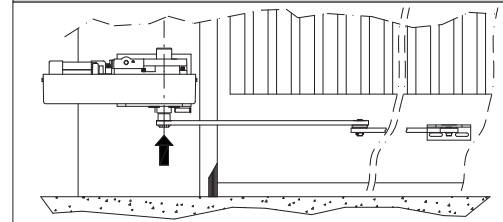

Fig. 8
- Die vom Antriebsarm einzunehmende korrekte Position entspricht der Darstellung in Fig.8. Der Befestigungspunkt am Torflügel "A" wird ermittelt, indem der Arm so positioniert wird, daß er das in Fig.8 angegebene Maß einhält.